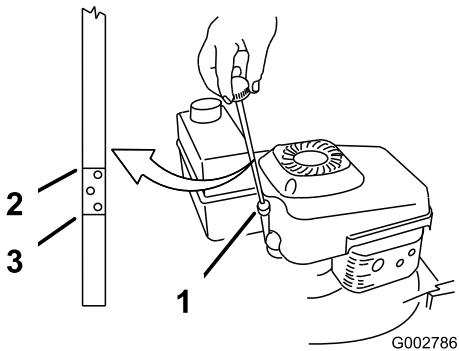

Figura 11
Antes de cada uso, compruebe que el nivel de aceite está entre las marcas Añadir y Lleno de la varilla (Figura 11).
2. Limpie alrededor de la varilla (Figura 11).
6. Retire la varilla y compruebe el nivel de aceite (Figura 11).